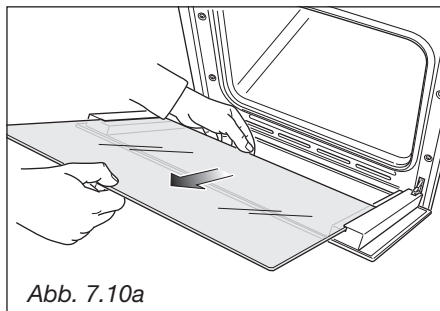

Abb. 7.10a
- Entnehmen Sie vorsichtig das innere Glassegment (Abb. 7.10a).